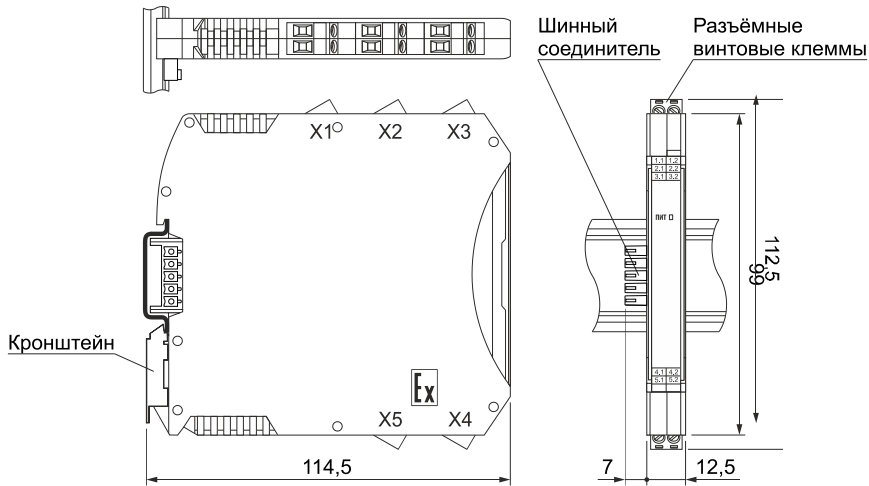

Рисунок 6.1 – Габаритные размеры барьера КА5032Ех-1N
6.3.1 Электрические соединения осуществляются с помощью розеток к клеммным соединителям X1, X2, X3, X4 и X5. Размещение клеммных соединителей показано на рис.6.1. Розетки рассчитаны на подключение проводников с сечением не более 2,5 мм2.